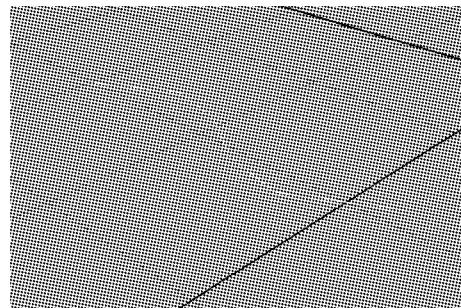

图 3-5 完成曲线创建
(5) 单击创建第 4 个可控点并按 Enter 键，创建一条连接第 1 个可控点与最后一个可控点的曲线，如图 3-5 所示。